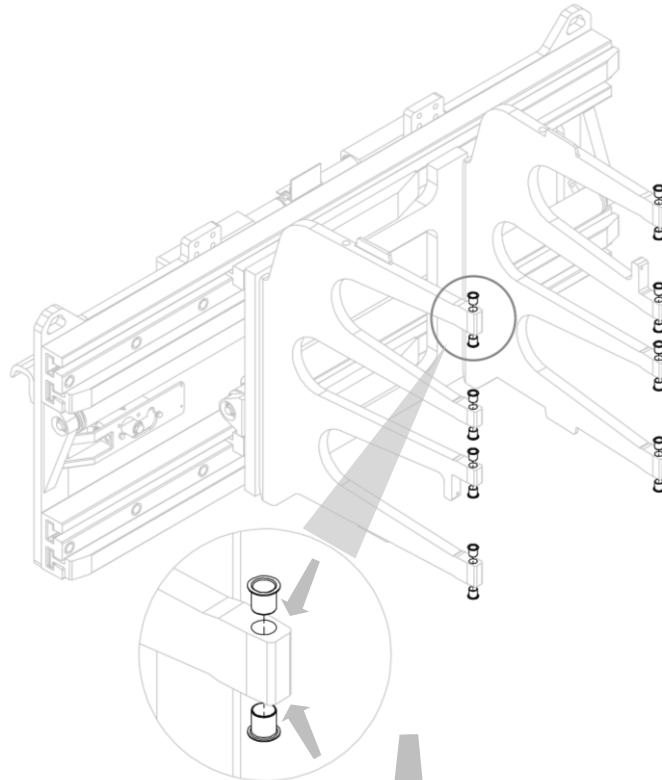
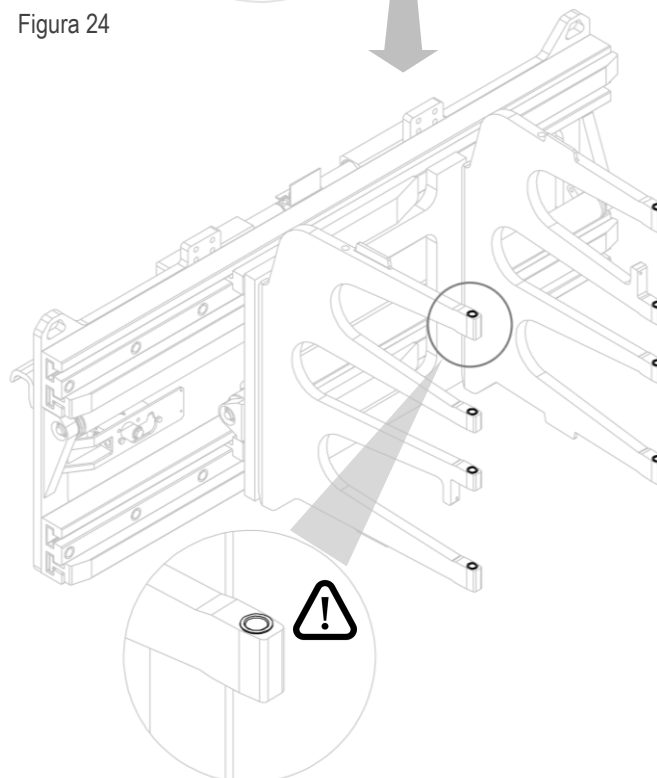

Figura 24
Figura 25
2. Posizionare nelle apposite sedi le boccole per l'oscillazione (vedi *Figura 24* e *Figura 25*).